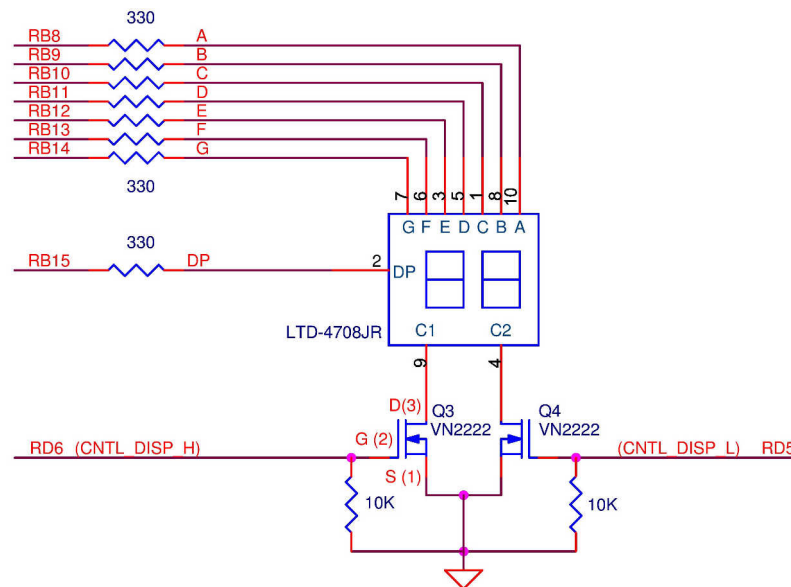

Figura 3. Ligação de dois *displays* de 7 segmentos ao porto B do PIC32.
3. A Figura 3 apresenta o esquema elétrico de ligação de dois *displays* de 7 segmentos a portas do PIC32 (Porto B: RB8 a RB15; Porto D: RD5 e RD6). Cada um dos *displays* pode ser ativado ou desativado através dos transístores Q1 e Q2 ligados aos portos RD5 e RD6, respetivamente. Com esta configuração, os *displays* funcionam em modo alternado, uma vez que o barramento de dados é comum aos dois.
- Monte os 2 *displays* de 7 segmentos e os dois transístores, de acordo com o esquema da Figura 3. Verifique no *datasheet* do *display* de 7 segmentos (disponível no *moodle* da UC) qual a correspondência entre cada segmento e o respetivo pino físico.
- Ligue os dois transístores ao circuito. Verifique previamente quais os pinos físicos correspondentes à *gate* (G), *drain* (D) e *source* (S) (note que a montagem incorreta deste componente impede, ou limita, o bom funcionamento do circuito de visualização).